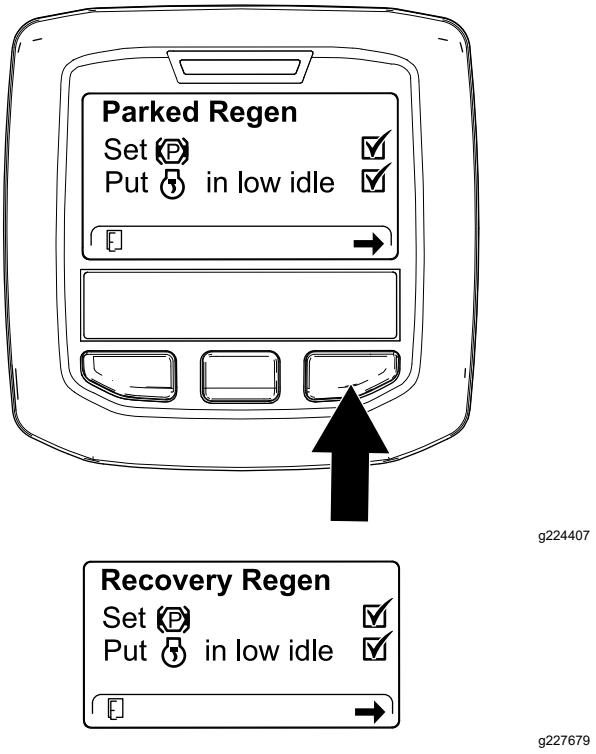

Figure 58
3. Sur l'écran de la liste de contrôle du FAP, confirmez que le frein de stationnement est serré et que le moteur tourne au ralenti (Figure 58).